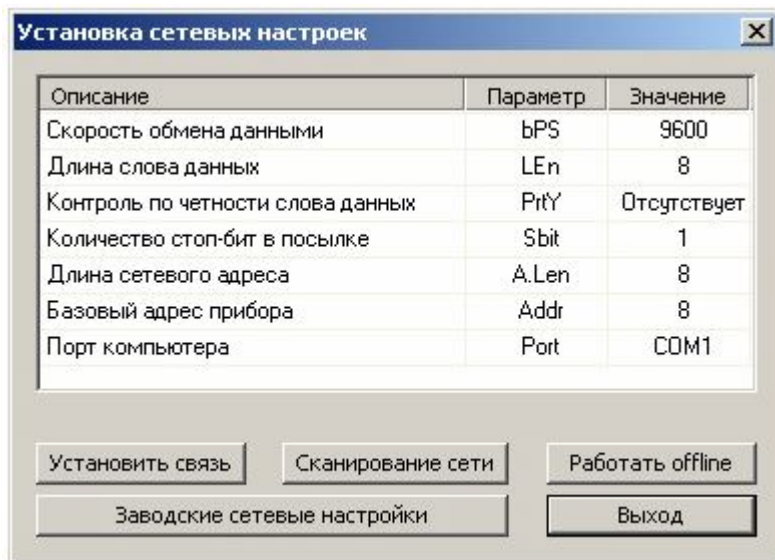

Рис. 16. Окно сетевых настроек.
2. Устанавливается связь с прибором. Наличие связи определяется в процессе отправки команд по переходу на протокол ОВЕН. Установка связи происходит на сетевых параметрах, которые были установлены при прошлом запуске программы. Если связь установлена, открывается главное окно программы. Если программа не смогла установить связь с прибором и перевести МВА8 на работу по протоколу ОВЕН, открывается окно установки сетевых настроек рисунок 16.